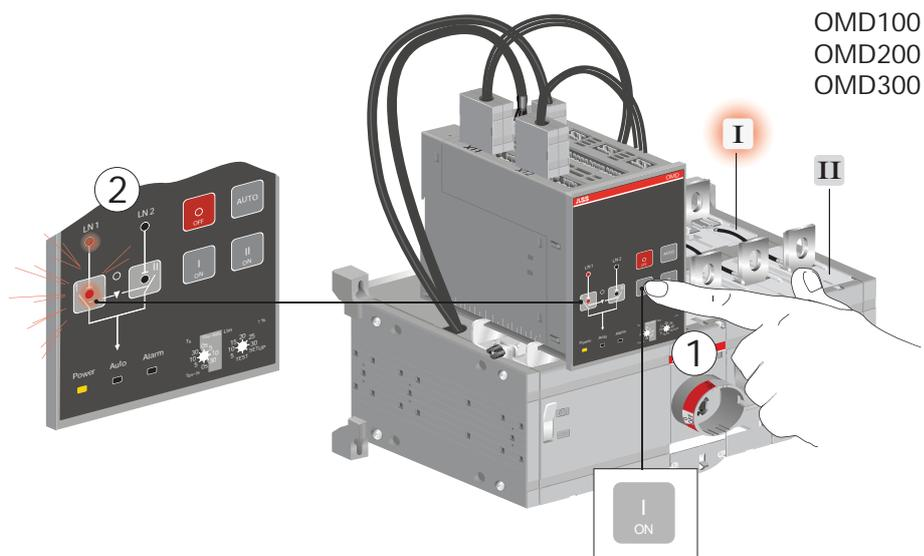
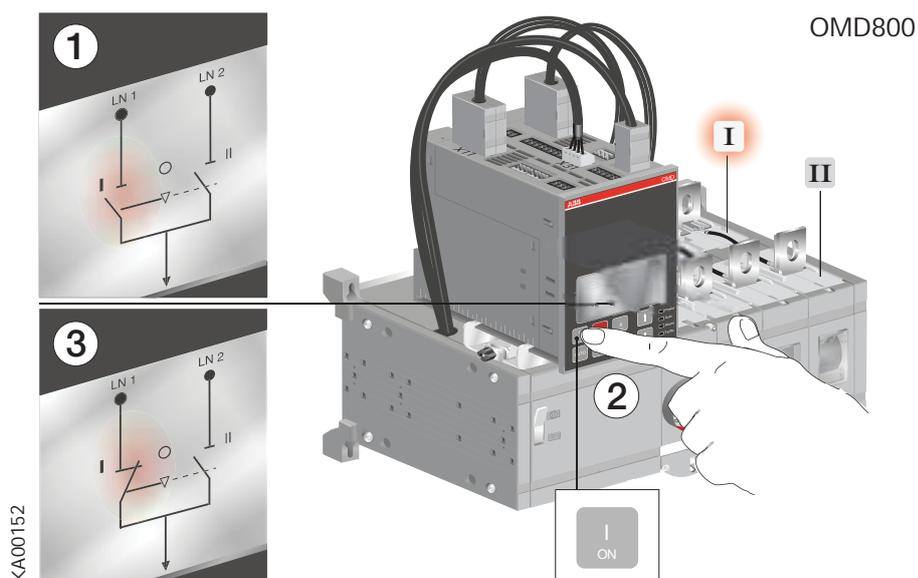

Рис. 4.3. Блок OMD100, OMD200 или OMD300: управление выключателями, светодиодная индикация состояния выключателя и выбранной линии
Рис. 4.4. Блок OMD800: управление выключателями, индикация состояния выключателя и выбранной линии на дисплее
- После нажатия кнопки I (см. рис. 4.3① или рис. 4.4/②) выключатель I (нижний) переходит в положение ВКЛ. (индикацию состояния и линии см. на рис. 4.3/② или рис. 4.4/③), а выключатель II (верхний) переходит в положение ВЫКЛ. Если выключатель I уже находится в положении ВКЛ., при нажатии кнопки I не происходит никаких действий.